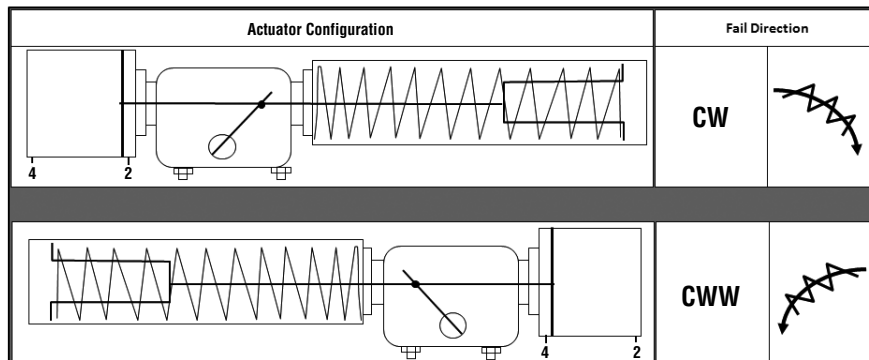

Fig.: 1 Spring Module
4.2 Spring Module (see Fig.: 1)